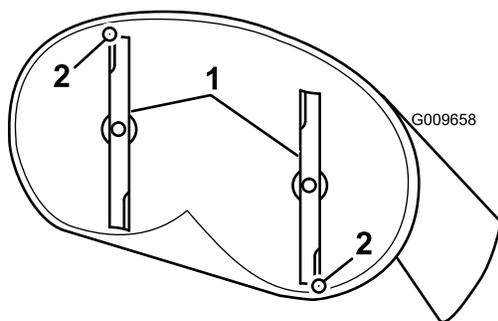

Figure 49
- Faites pivoter les lames avec précaution pour faire passer les pointes avant à l'arrière (Figure 49).
5. Mesurez la distance entre la pointe de la lame avant et la pointe de la lame arrière par rapport à la surface plane (Figure 49). Si la pointe avant de la lame n'est pas de 1,6 à 7,9 mm (1/16 à 5/16") plus basse que la pointe arrière, réglez le contre-écrou avant.
lame soit de 1,6 à 7,9 mm (1/16 à 5/16 po) plus basse que la pointe arrière (Figure 49).